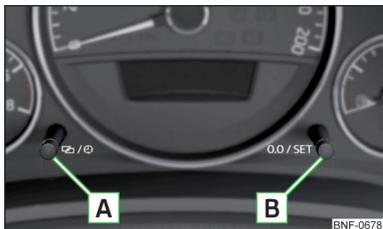

Fig. 26
- Appuyez sur la touche **A** » fig. 26 et maintenez-la enfoncée jusqu'à ce que l'affichage de l'heure clignote.